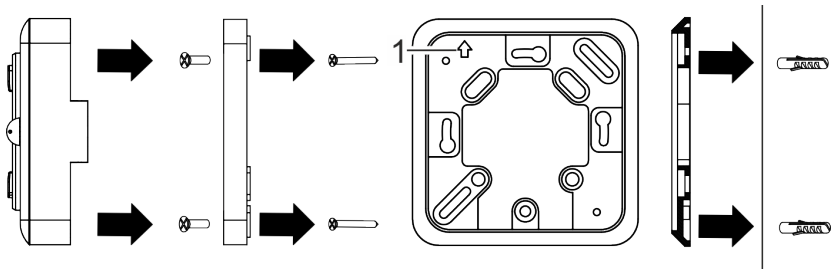

Fig. 6: Montaggio della base dell'alloggiamento sulla piastra di montaggio
1. Montare la piastra di montaggio sulla scatola sotto intonaco con le viti (3,5 x 25 mm) (Fig. 6).
La freccia (Fig. 6/1) sulla piastra di montaggio dev'essere rivolta verso l'alto.
- Montare la base dell'alloggiamento dell'apparecchio sulla piastra di montaggio con le viti (3 x 6 mm) (Fig. 6).